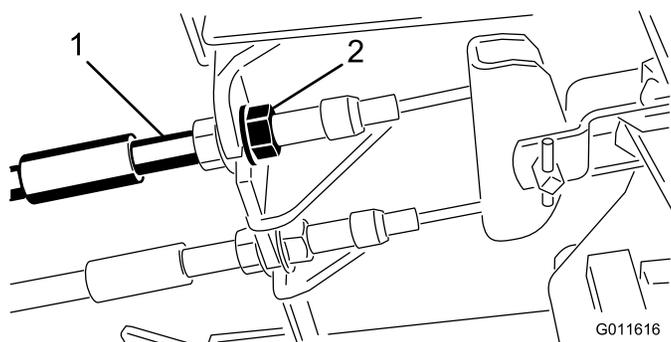

Figura 74
1. Per ridurre il gioco dei pedali del freno, stringete i freni allentando il dado anteriore sull'estremità filettata del cavo del freno (Figura 74).